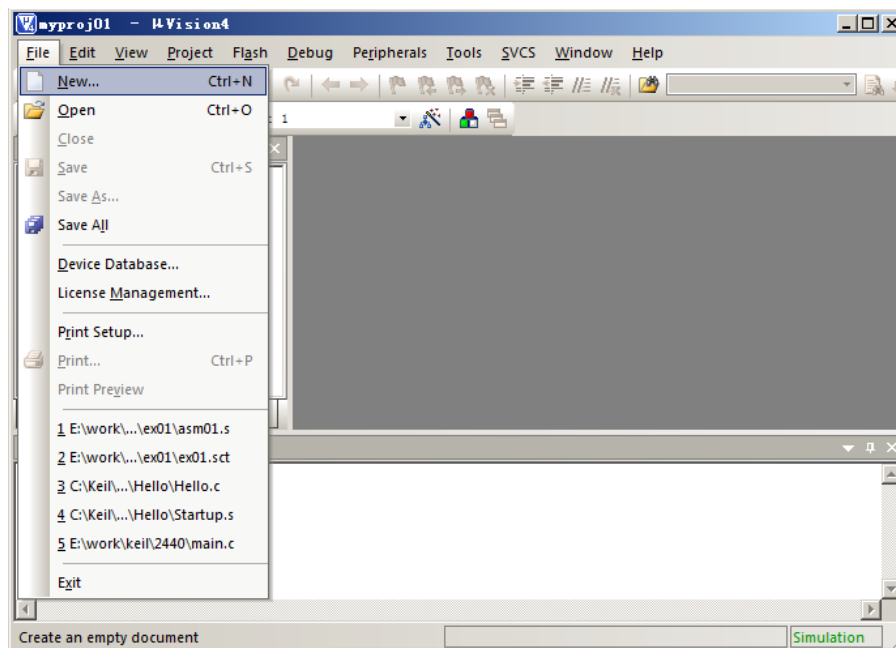
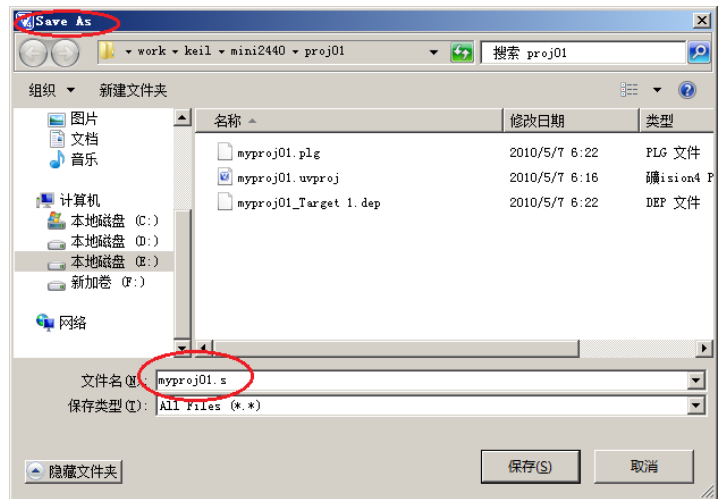
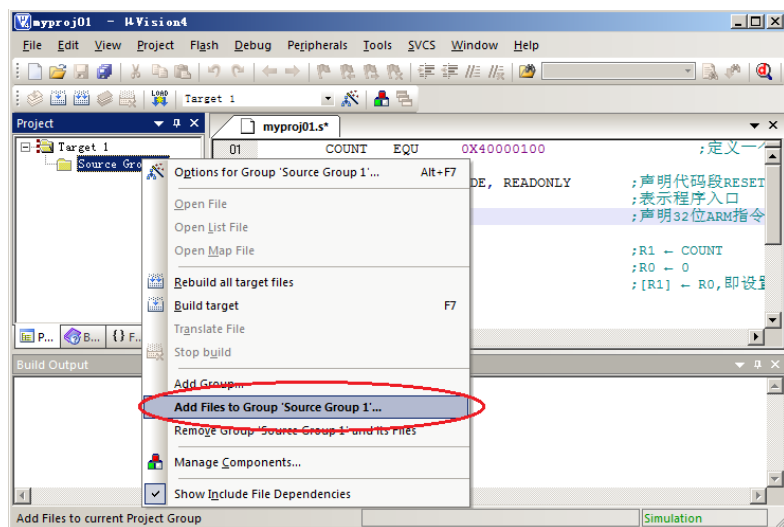
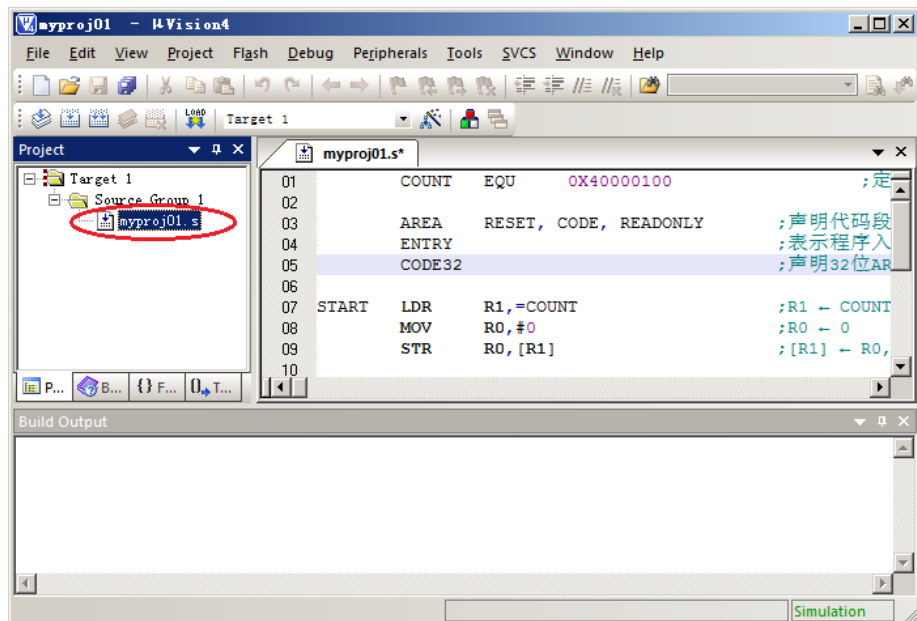

图 1-4 建立新文件
图 1-5 保存扩展名为.s 的汇编程序文件
图 1-6 把文件添加到工程
图 1-7 添加文件到工程后
(2) 建立汇编源文件 ex01.s, 编写实验程序, 然后添加到工程中。见图 1-4、图 1-5、图 1-6、图 1-7。